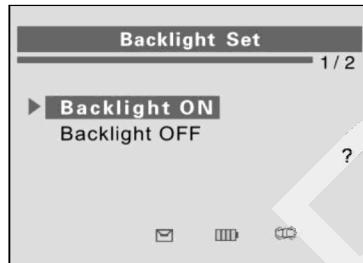

Рисунок 2-19
- 2) В меню **Backlight Set** [Настройка подсветки] с помощью кнопок прокрутки вверх/вниз выберите пункт **Backlight ON** [Подсветка включена] или **Backlight OFF** [Подсветка выключена], чтобы включить/отключить подсветку. См. рисунок 2-19